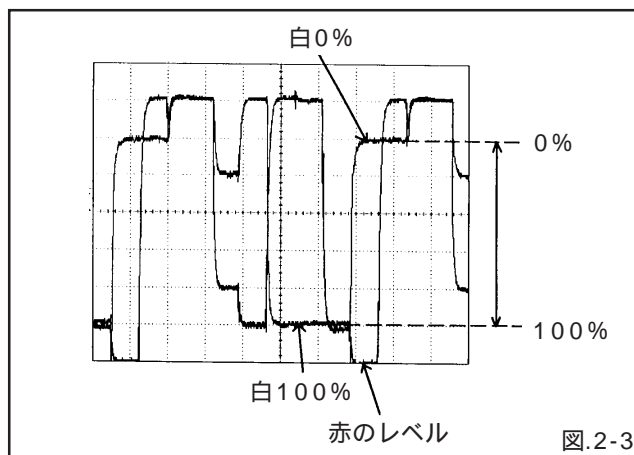

図.2-3
6. リモコン送信器の音量アップ/ダウンキーにて赤のレベルを6目盛り(120%)に調整します。(図.2-3参照)